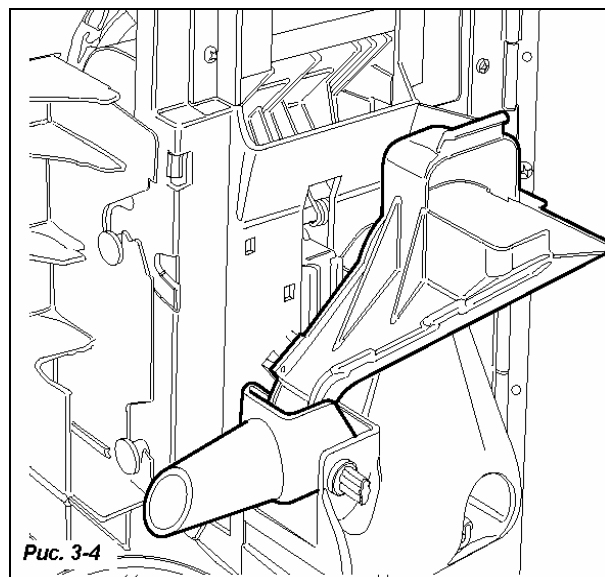

Рис. 3-4
2. Редукторный двигатель через эксцентрик приводит в действие раздаточный лоток, из которого сахар подается непосредственно в стаканчик. (Рис. 3.4).